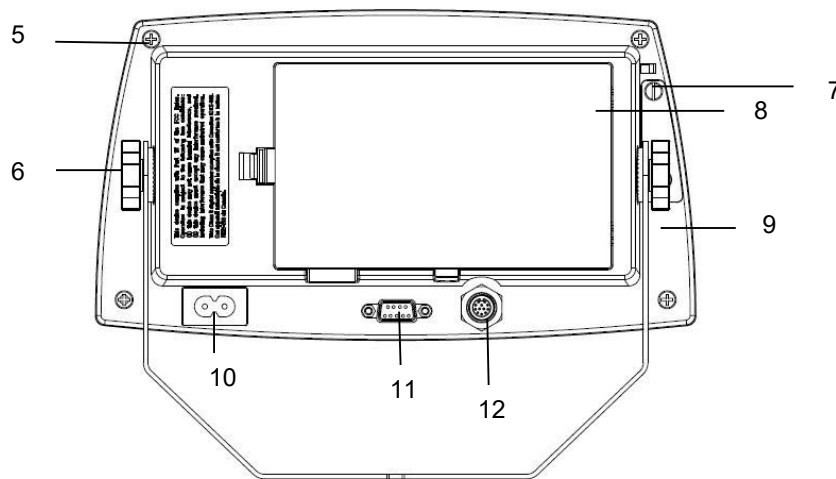

Abbildung 1-1 TD52P-Anzeige
Ohaus-Sockel mit einem EasyConnect™ Stecker können an den externen Wiegezellenanschluss angeschlossen werden (Abbildung 1-1, Punkt 12). Stecken Sie den Sockelstecker mit dem externen Wiegezellenstecker ein, um die Verbindung vorzunehmen. Drehen Sie anschließend den Verschlussring des Sockelsteckers im Uhrzeigersinn. Für Informationen zu Sockeln ohne Stecker, siehe Abschnitt 2.3.2.
Schließen Sie das optionale RS232-Kabel an den RS232-Anschluss an (Abbildung 1-1, Position 11).
Schließen Sie das Wechselstromnetz kabel (mitgeliefert) an die Netzsteckdose an (Abbildung 1-1, Objekt 10) und schließen Sie den Wechselstromnetzstecker an einen elektrischen Anschluss an.
3. Entfernen Sie den Metallanschluss (Abbildung 1-1, Element 12) vom hinteren Gehäuse (grüner Kreis)